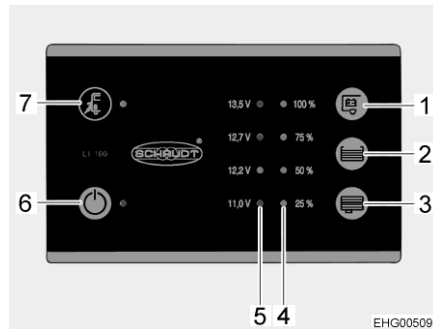

Bild 42 Panel (LT 100)
Netzanschluss Die gelbe LED beim Symbol Netzanschluss "⚡" (Bild 42,7) leuchtet, wenn das Fahrzeug an eine externe Netzversorgung angeschlossen ist. Die LED leuchtet dann auch bei ausgeschaltetem Panel.
Der 12-V-Hauptschalter (Bild 42,6) schaltet das Panel und die 12-V-Versorgung des Wohnraums ein und aus.
- Schalter "⏻" (Bild 42,6) drücken: Die 12-V-Versorgung des Wohnraums ist eingeschaltet. Die LED leuchtet grün.
- Schalter "⏻" (Bild 42,6) erneut drücken: Die 12-V-Versorgung des Wohnraums ist ausgeschaltet. Die LED erlischt.
Die LED-Skala (Bild 42,5) zeigt die Batteriespannung der Wohnraumbatterie wie folgt an:
- Taste "E3" (Bild 42,1) drücken: Die Batteriespannung der Wohnraumbatterie wird angezeigt.
Die LED-Skala (Bild 42,4) zeigt den Füllstand des Frischwassertanks oder des Abwassertanks an.
Taste "☰" (Bild 42,2) drücken: Der Füllstand des Frischwassertanks wird durch leuchtende LEDs angezeigt.
Taste "☷" (Bild 42,3) drücken: Der Füllstand des Abwassertanks wird durch leuchtende LEDs angezeigt.